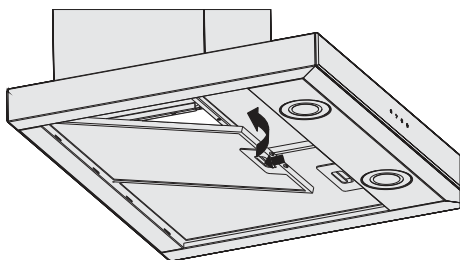

Abb. 22
9. ▶ Setzen Sie den Metallfettfilter wieder in die Dunstabzugshaube ein (Abb. 22).